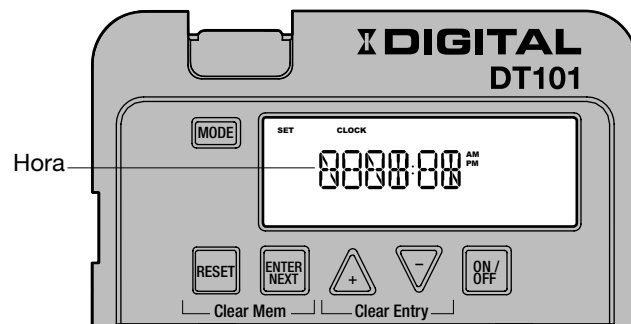

FIG. 8 Ajustar la hora
1. Si es necesario, presione varias veces el botón **MODE (MODO)** hasta que aparezcan las palabras SET (AJUSTAR) y CLOCK (RELOJ) en la parte superior de la pantalla. Consulte FIG. 8.